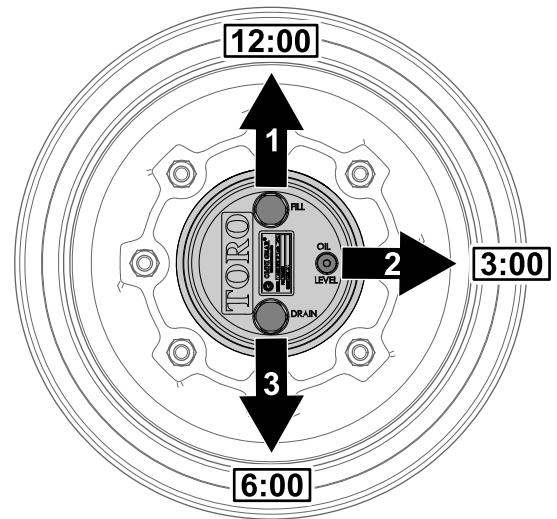

Figura 73
1. Aparque la máquina en una superficie nivelada y coloque la rueda de modo que el tapón de llenado se encuentre en la posición de las 12, el tapón de verificación en la posición de las 3 y el tapón de vaciado en la posición de las 6 (Figura 73).
- Aparque la máquina en una superficie nivelada, coloque la rueda de modo que el tapón de llenado se encuentre en la posición de las 12, el tapón de verificación en la posición de las 3 y el tapón de vaciado en la posición de las 6; consulte Figura 73 en Comprobación del lubricante de la transmisión planetaria \(página 76\).